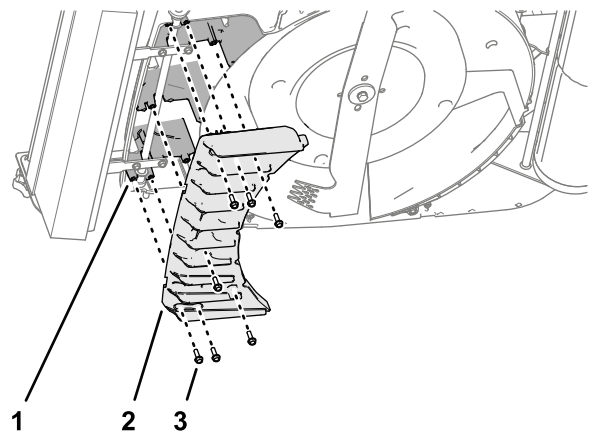

Figure 16
1. Alignez les trous des nouvelles ailettes avant et les trous des supports du plateau de coupe (Figure 16).
2. Fixez les ailettes avant au plateau de coupe (Figure 16) à l'aide des 7 vis à embase autotaraudeuses (6 x 20 mm) que vous avez retirées sous Dépose des ailettes avant \(page 5\).